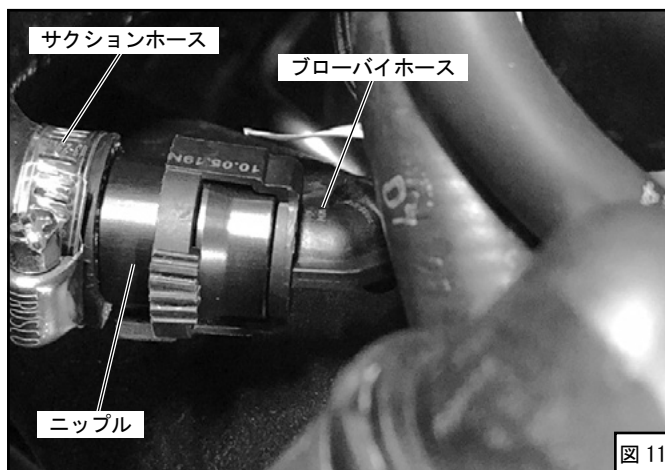

図11
(7) ブローバイホースを接続してください。(図10、図11)